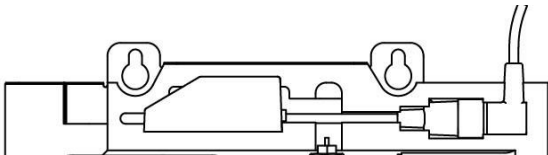

Bild 5
- Lossa försiktigt elkontakten från isoleringen och anslut rätt nätsladd. Se Bild 5. Se till att kabeln fästs i isoleringen.